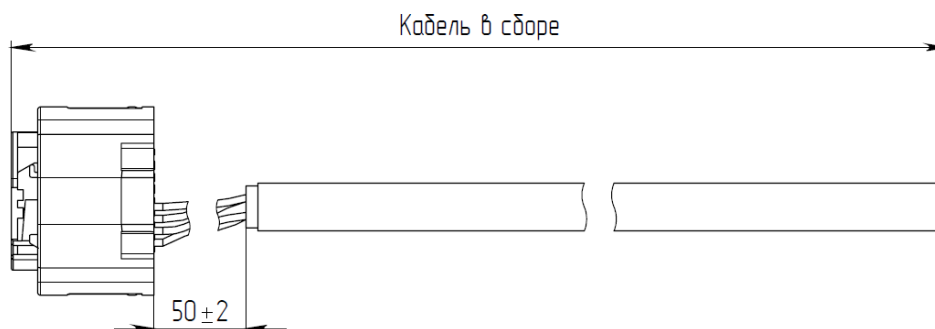

Рисунок 3.8 – Схема зачистки внешней изоляции
3.4.3.2 Зачистку внешней изоляции кабеля производить на длину (50 ± 2) мм, рисунок 3.8.